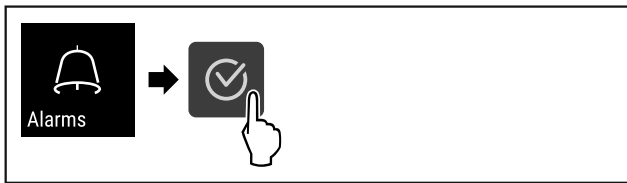

Fig. 103
- ▶ Изпълнете стъпките (виж Fig. 103) .